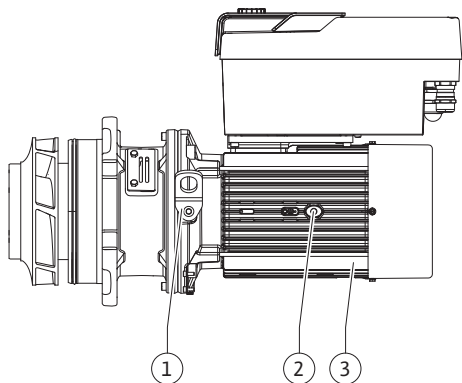

Fig. 108: Kit embrochable
13. Insérer le kit embrochable (voir Fig. 108) dans le corps de pompe, dans l'ancienne position ou à un angle différent. Respecter les positions de montage admissibles des composants (voir le chapitre « Positions de montage autorisées et modification de la disposition des composants avant l'installation » [► 22]).
14. L'utilisation de goujons de montage est recommandée (voir le chapitre « Accessoires » [► 18]). Lorsque le guidage de la lanterne est sensiblement engagé (environ 15 mm avant la position finale), il n'y a plus de risque de basculement ou de coincement. Dès que le kit embrochable est sécurisé par au moins une vis (Fig. I/III, pos. 10 ou Fig. III/IV, pos. 29), les éléments de fixation peuvent être retirés des œillets de transport.
15. Visser les vis (Fig. I/III, pos. 10 ou Fig. III/IV, pos. 29) sans toutefois les serrer entièrement. Le kit embrochable s'insère dans le corps de pompe à mesure que les vis sont serrées.